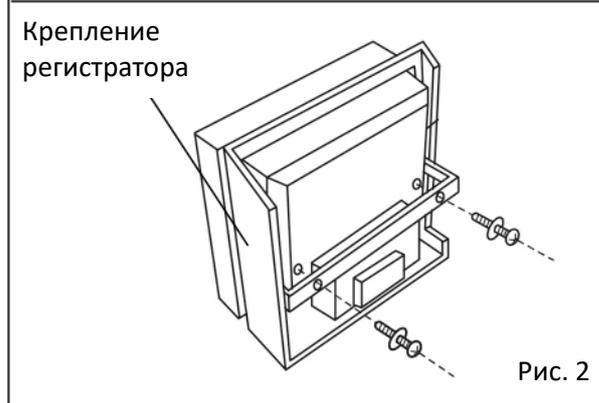

Рис. 2
4. Закрепите регистратор температуры в креплении регистратора (MPR-S7) в соответствии с инструкциями, прилагаемыми к креплению регистратора (Рис. 2).